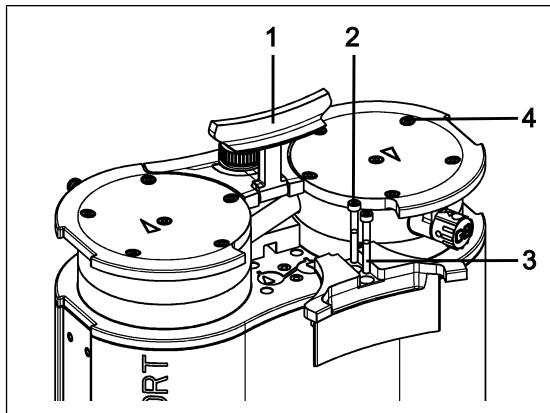

Fig.8: Desmontaje de la cubierta
1. Poner el asa (1/Fig. 8) en posición vertical.
2. Soltar los tornillos (2/Fig. 8) de la cubierta (3/Fig. 8).
3. Quitar la cubierta (3/Fig. 8).
4. Aflojar los tornillos con cabeza exteriores (4/Fig. 8).
1. Hacer una marca continua con un lápiz en la placa de presión (2), la tapa del cabezal (3) y la placa intermedia (6). Esto evita el montaje posterior incorrecto de las piezas.
2. Aflojar los tornillos exteriores (4/Fig. 8) de los cabezales de la bomba.
1. Colocar las membranas (7) en posición central.
2. Presionar todo el borde alrededor de la membrana (7). Presionar la membrana (7) de un solo cabezal de la bomba.
3. Colocar la placa intermedia (6) con las placas de válvula/juntas (4) en el alojamiento según la marca hecha con el lápiz.
4. Colocar la tapa del cabezal (3) según el pasador (5) en la placa intermedia (6).
5. Colocar la placa de presión (2) sobre la tapa del cabezal según la marca del lápiz.
7. Apretar el tornillo (1) en el centro de la placa de presión (par de apriete: 1 Nm).
9. Insertar los cabezales de la bomba (compuestos por tapa del cabezal (3), placa intermedia (6) con placas de válvula/juntas (4) y placa de presión (2) junto con el tubo de conexión en la carcasa de la bomba siguiendo la marca hecha con el lápiz.
10. Montar la cubierta del asa (3/Fig. 8).
11. Apretar los tornillos (2/Fig. 8) de la cubierta del asa (3/Fig. 8) (par de apriete: 2 Nm).